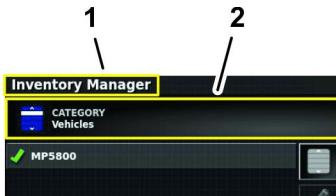

Figure 88
5. Si la catégorie Tâches n'apparaît pas sur l'icône Catégorie, appuyez sur l'icône Catégorie (Figure 88).